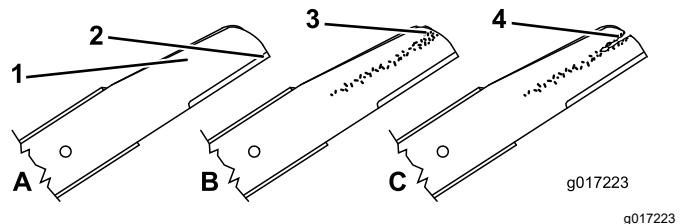

Figure 39
1. Examinez le tranchant des lames (Figure 39). Si elles sont émoussées ou présentent des indentations, déposez les lames et affûtez-les ou remplacez-les.
2. Inspectez les lames, en particulier l'ailette (Figure 39). Remplacez immédiatement toute lame endommagée, usée ou qui présente une entaille.